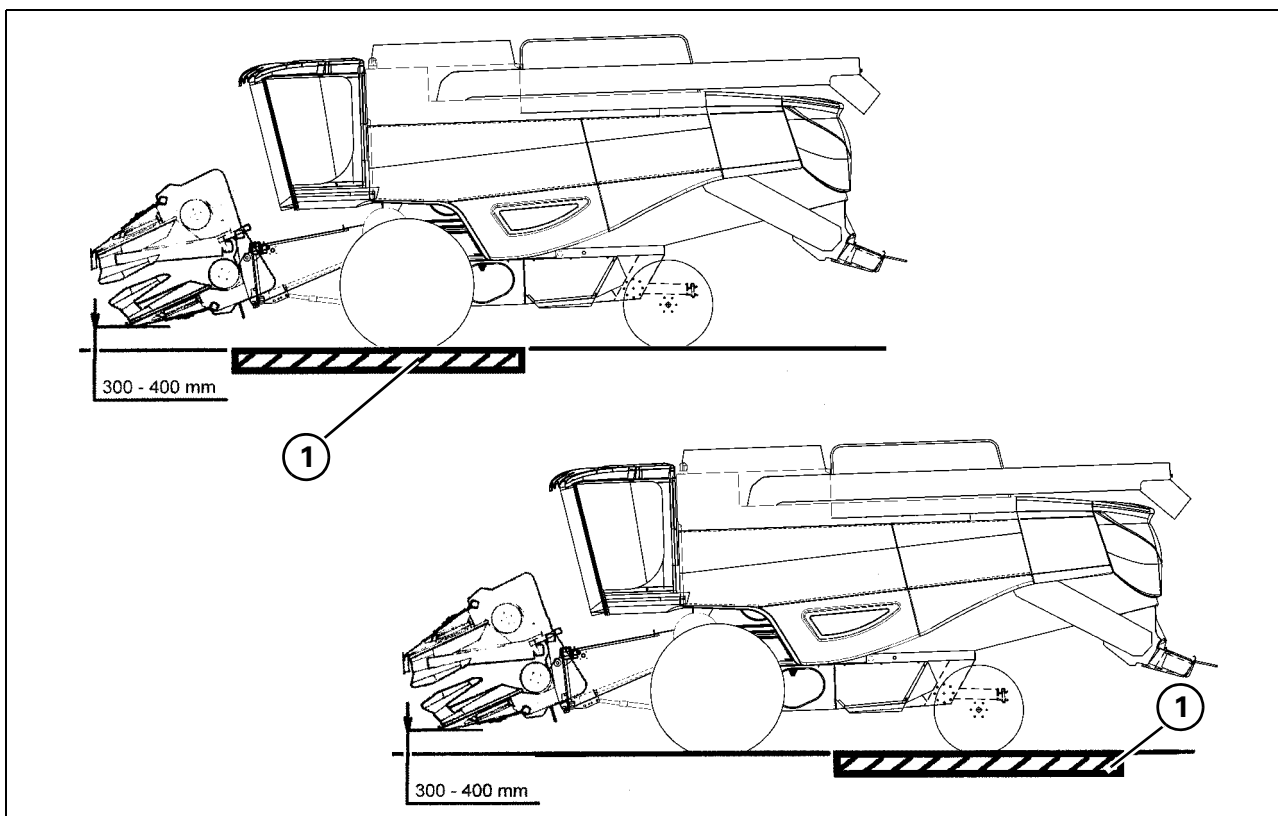

Рис. 40
**Проверить распределение общей массы (с присоединенной жаткой) на две оси (Рис. 40).**